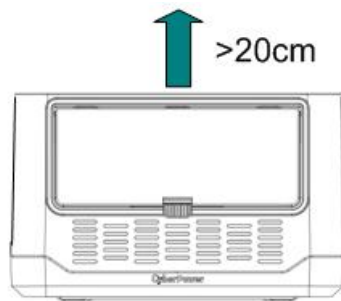

Fig.5-2 Spațiu liber pentru instalare
- 10) Rețineți distanțele minime față de obstacole ale inverterului; (*consultați Fig.3.2 Dimensiuni și Fig.5.2 Spații libere obligatorii*).